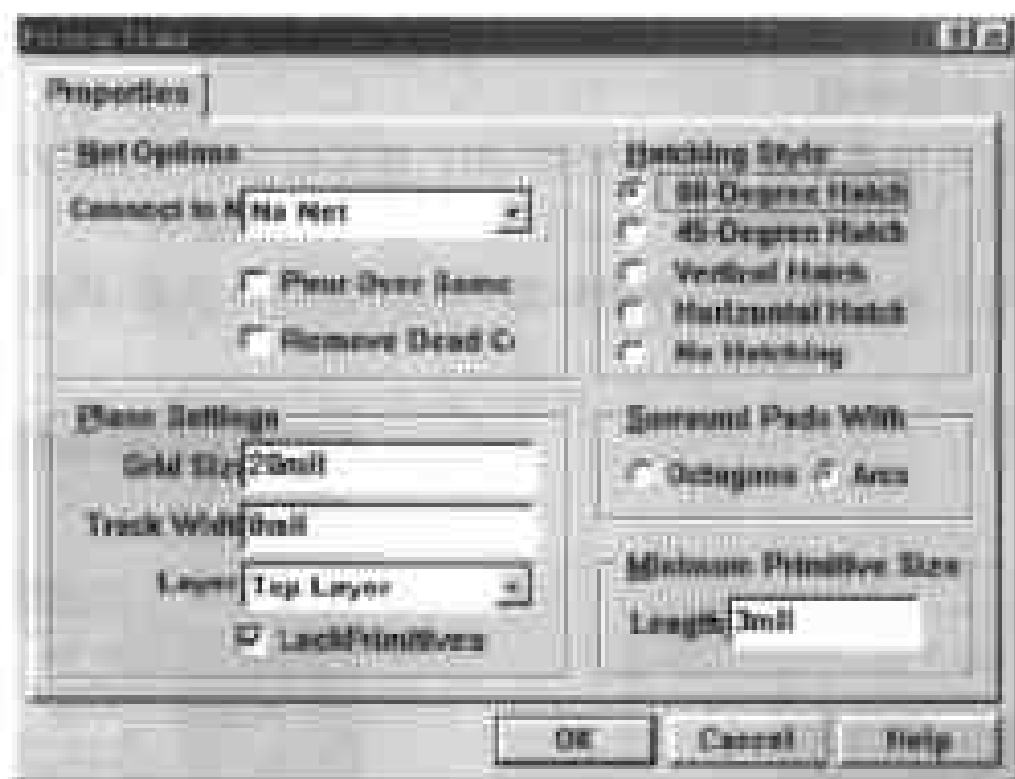
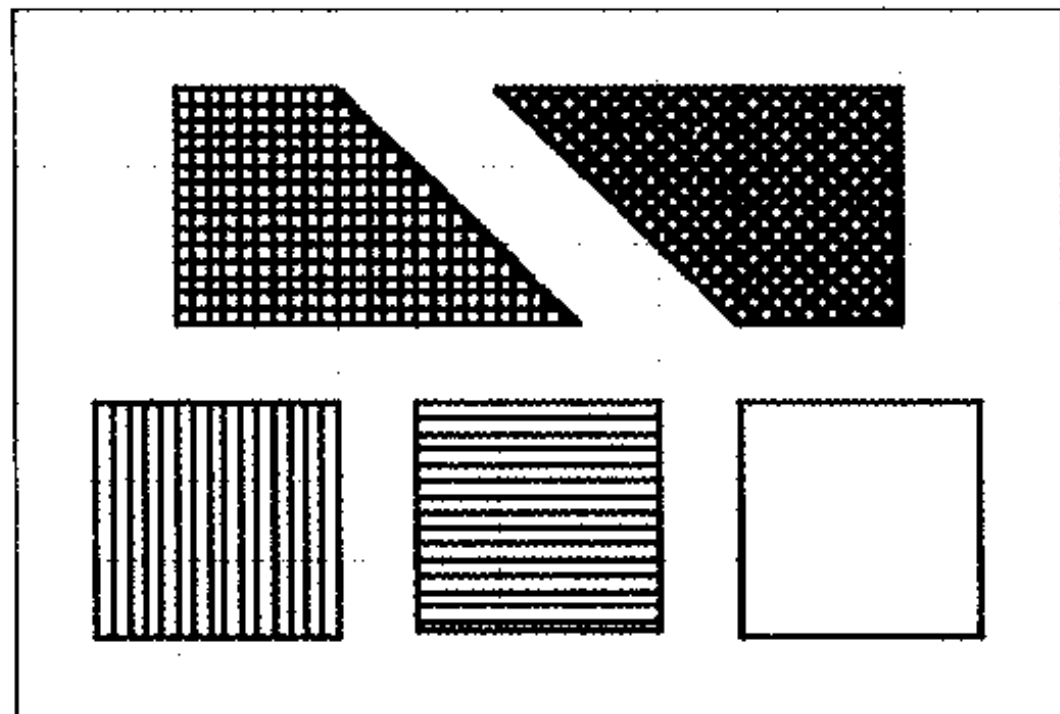
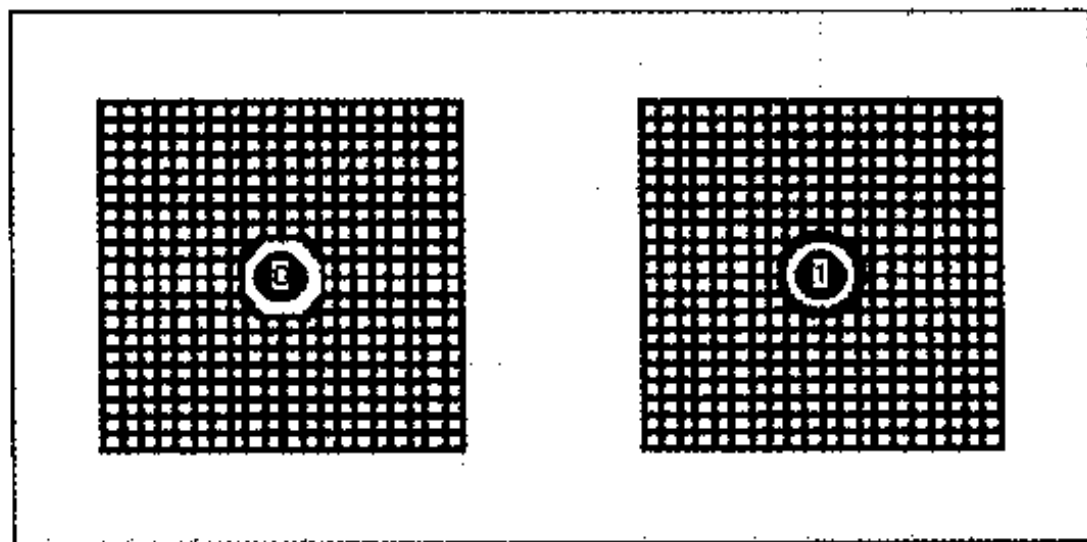

图 7-28 多边形填充区属性对话框
图 7-29 不同类型的多边形填充区
图 7-30 环绕焊盘的两种方式
(1) 在 Placement Tools 工具栏中单击  按钮,选择设置多边形填充区的工具;或者选择 Place > Polygon Place,弹出如图 7-28 所示的对话框。
注意: 在图 7-28 所示的对话框中,选择 Hatching Style 选区中的不同选项,可以获得不同类型的多边形填充区,如图 7-29 所示。在图 7-28 所示的对话框中选择 Surround Pads With 选区中的不同选项,可以设置环绕焊盘的不同方式:八角形或圆形,如图 7-30 所示。